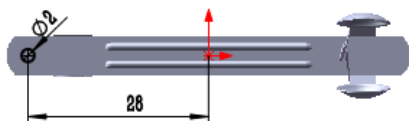

图 15.4.52 横断面草图
② 定义横断面草图。在草图环境中绘制图 15.4.52 所示的横断面草图。
(3) 定义切除深度属性。在“切除—拉伸”对话框 **方向1** 区域的下拉列表中选择 **给定深度** 选项，选中 ☒ **与厚度相等(L)** 复选框与 ☒ **正交切除(N)** 复选框。其他选择默认设置值。
(4) 单击 按钮，完成切除—拉伸 5 的创建。